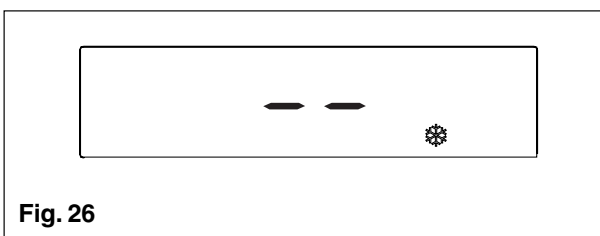

Fig. 26
- anti-îngheț (fig. 26): atunci când temperatura apei din centrală scade sub valorile de siguranță, pompa de recirculare și arzătorul operează la putere minimă pentru a crește temperatura apei până la o valoare sigură (35 °C). Simbolul  se aprinde pe ecran.